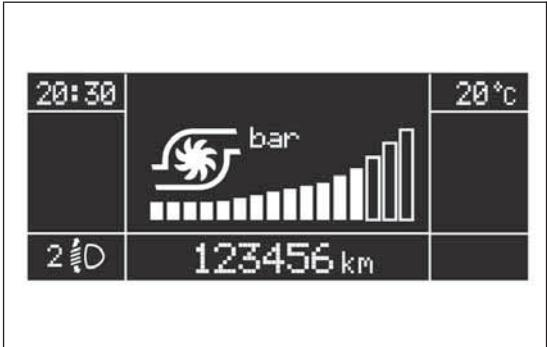

fig. 7
- Su alcune versioni il display visualizza la pressione della turbina fig. 7.